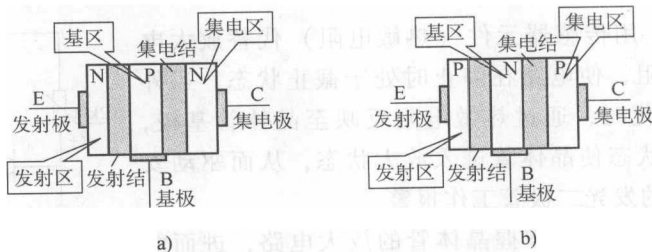

图 2-2 晶体管结构示意图
(1) 定义 晶体管又称半导体晶体管，它是由两个 PN 结和三个引出电极及外壳组成的半导体器件。在晶体管内部也有电子与空穴两种载流子，它们同时参与导电，故晶体管又称为双极型晶体管 (Bipolar Junction Transistor, BJT)。它的基本功能是具有电流放大作用。
(2) 内部结构 晶体管从内部半导体的构成方式分 PNP 型和 NPN 型两种。它们的内部结构形式是一样的, 都有三个极 (即基极、集电极和发射极); 三个区 (即基区、集电区和发射区) 和两个 PN 结 (即集电结和发射结), 其各自结构如图 2-2 所示。